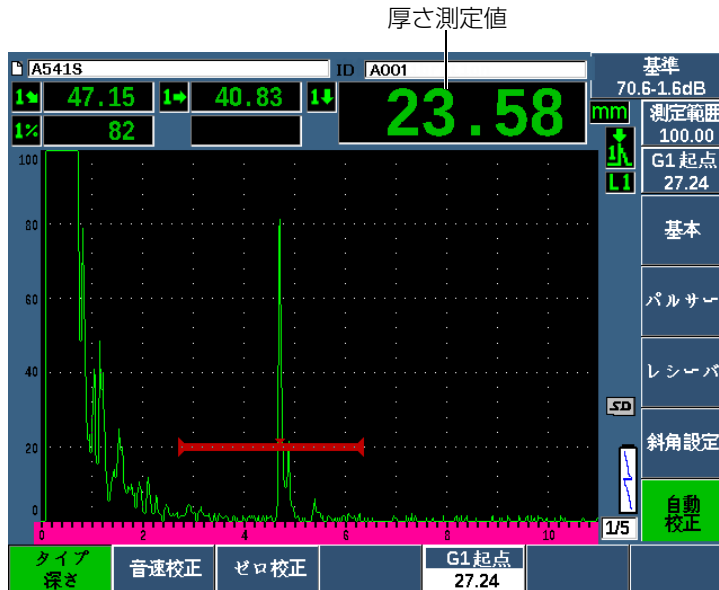

図 9-26 ゼロ校正におけるゲート信号の例
4. **G1 開始**ボタン（P5 キー）を使用し、試験片の横穴（SDH）からの 1 番目の反射源がゲート高さを越えるようにゲート 1 を配置します。この反射エコーは、およそ 225 mm（0.5 インチ）の位置に現れます（179 ページの図 9-26 参照）。